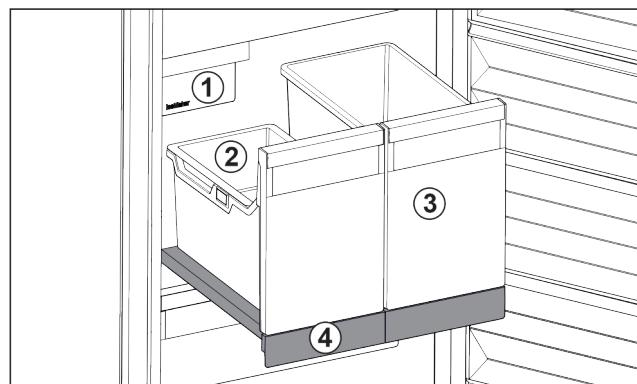

Fig. 83 Изтегляща се дъска с IceTower
Върху изтеглящата се дъска има два високи съда (IceTower). В съда Fig. 83 (2) се събират и съхраняват ледени кубчета от IceMaker. Съдът Fig. 83 (3) е подходящ за съхранение на високи хранителни продукти като пици или алкохолни напитки.